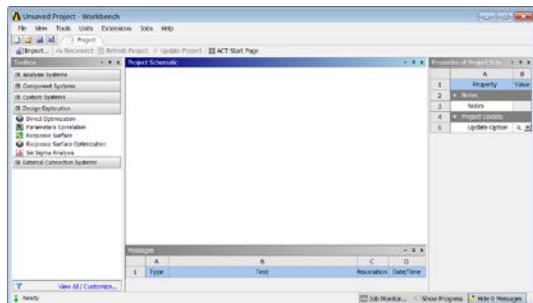

图 1-1 ANSYS Workbench 17.0 界面
在安装好 ANSYS Workbench 17.0 的计算机上，只需要单击启动程序图标或快捷方式就可以打开 ANSYS Workbench 17.0 启动界面；单击“OK”按钮，关闭“Getting Started”对话框后，可以看到完整的软件界面，如图 1-1 所示。该界面上包括以下几个部分。
- 标题栏——位于界面顶部，显示待分析项目的名称（图 1-1 中显示的名称为“Unsaved Project Workbench”）。